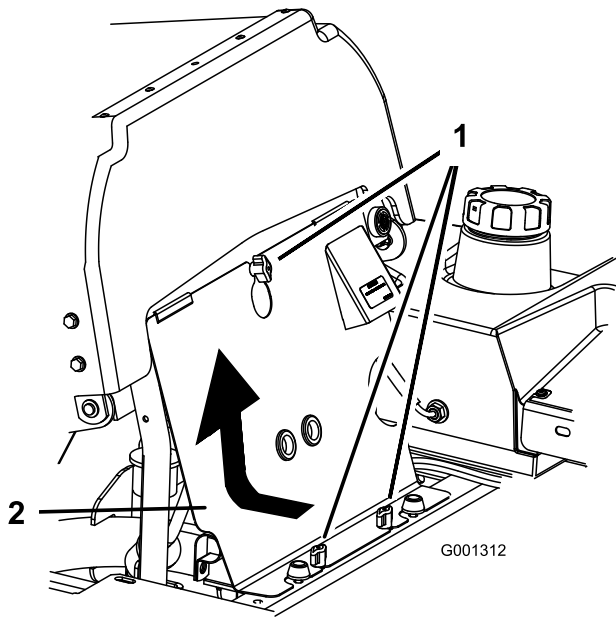

Figura 67
3. Afloje los cierres del panel delantero del motor y retire el panel (Figura 67).